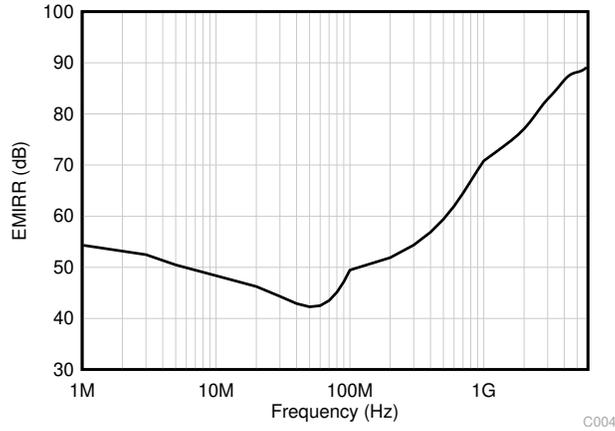

图 6-1. EMIRR 测试
TLV915x-Q1 使用集成电磁干扰 (EMI) 滤波来减少无线通信以及混合使用模拟信号链和数字元件的高密度电路板等干扰源产生的 EMI 影响。通过电路设计技术可改进 EMI 抗扰度；TLV915x-Q1 受益于这些设计改进措施。德州仪器 (TI) 已经开发出在 10MHz 至 6GHz 扩展宽频谱范围内准确测量和量化运算放大器抗扰度的功能。图 6-1 展示了对 TLV915x-Q1 执行该测试的结果。表 6-1 提供了 TLV915x-Q1 在实际应用中通常会遇到的特定频率下的 EMIRR IN+ 值。运算放大器的 EMI 抑制比应用报告包含了与运算放大器相关的 EMIRR 性能主题，该报告可在 [www.ti.com](http://www.ti.com) 上下载。